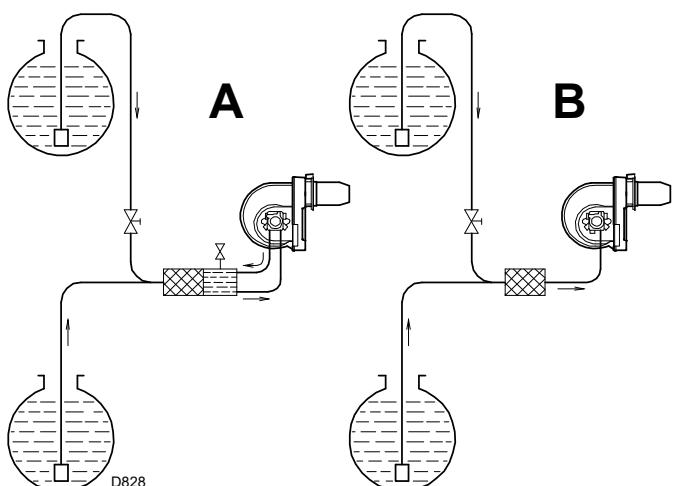

Fig. 16
- By-pass à l'extérieur de la pompe (**A**, Fig. 16) (solution conseillée)
- By-pass à l'intérieur de la pompe (**B**, Fig. 16)